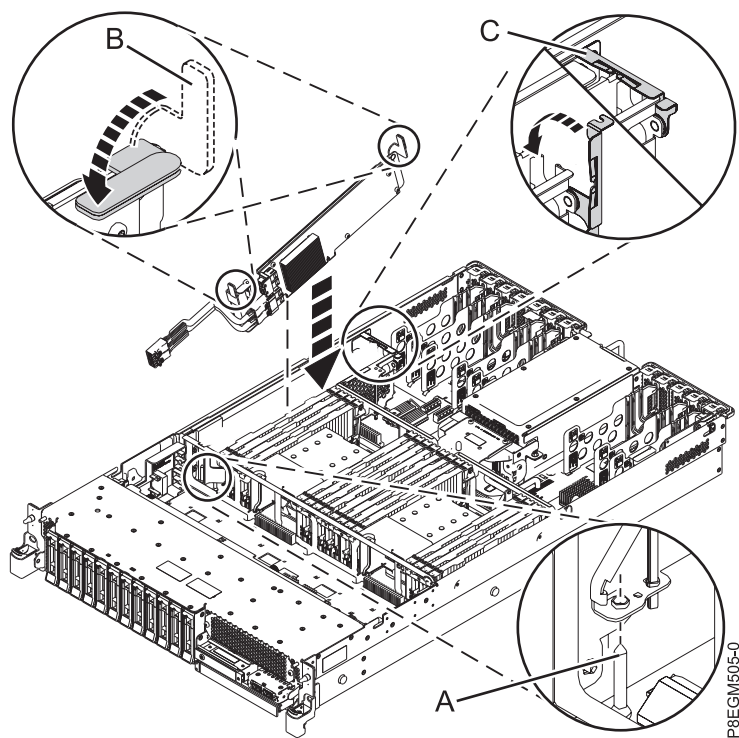

Figura 5. Instalar o Adaptador interno PCIe3 x8 SAS RAID 6 Gb na ranhura P1-C15
17. Conclua a instalação do adaptador SAS RAID ao o encaixar completamente. Assegure-se de que o adaptador está instalado no pino de localização (A). Carregue na extremidade central superior da placa para a encaixar firmemente no conector do painel posterior do sistema. Consulte Figura 5 na página 6.
18. Empurre os manípulos azuis (B) na direcção apresentada. Consulte Figura 5 na página 6.
19. Empurre a calha de retenção do cabo (C) na direcção que é apresentada. Consulte Figura 5 na página 6.